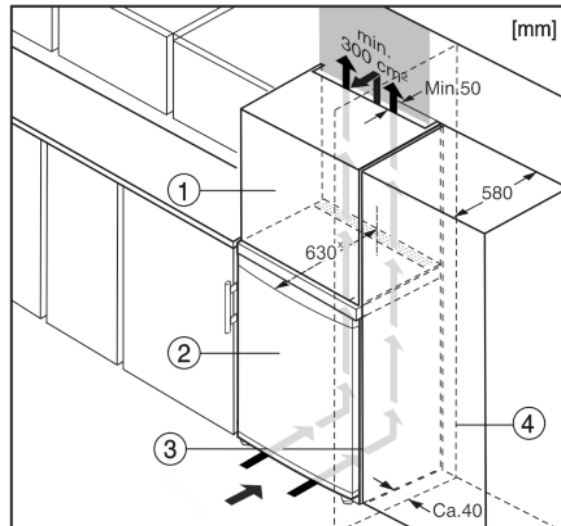

Fig. 10
L'appareil peut être réagencé avec des buffets de cuisine. Pour adapter l'appareil Fig. 10 (2) à la hauteur du coin cuisine, une rehausse Fig. 10 (1) peut être posée sur l'appareil.
Lors de la transformation avec des placards de cuisine (profondeur max. 580 mm), l'appareil peut être placé directement à côté du placard de cuisine Fig. 10 (3). L'appareil dépasse latéralement de 34 mm \* et de 50 mm \* au centre de l'appareil par rapport à la face avant du placard de cuisine.\*
Si l'appareil est installé avec les charnières à côté d'un mur *Fig. 10 (4)*, la distance entre l'appareil et le mur doit être de 40 mm min. Ceci correspond à la saillie de la poignée lorsque la porte est ouverte.\*